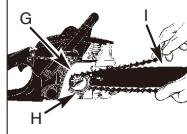

Fig. 3E
8. Lägg kedjan runt drivhjulet (G) bakom kopplingen (H). Se till att länkarna passar mellan kugghjulets tänder. (Fig. 3E)
9. För in drivlänkarna i spåret (I) och runt svärdets ände. (Fig. 3E)